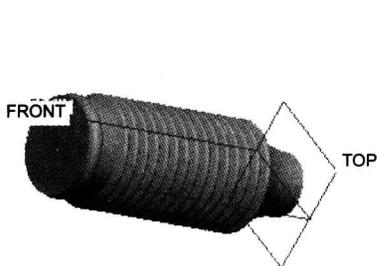
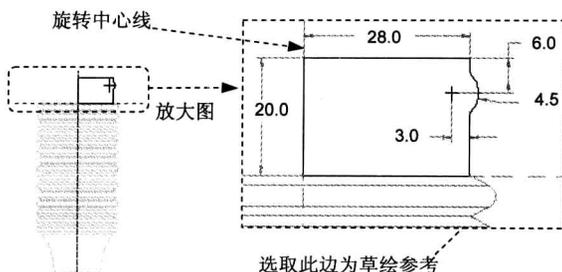

图 1.7 旋转 3
图 1.8 截面草绘
(1) 选取阵列特征。在模型树中选择 Step3 创建的“旋转 2”，右击，选择 命令（或单击 功能选项卡 区域中的“阵列”按钮 ）。
(2) 选择阵列控制方式，在操控板中选择以“方向”方式控制阵列。
(3) 定义阵列参数。选取 TOP 基准平面为阵列方向参考，在操控板中输入阵列个数值 15，设置增量（间距）值 7.0，按回车键。
(4) 在操控板中单击“完成”按钮 。
Step5. 创建图 1.7 所示的旋转特征 3。在操控板中单击“旋转”按钮 。选取 FRONT 基准平面为草绘平面，TOP 基准平面为参考平面，方向为顶；单击 按钮，绘制图 1.8 所示的截面草绘（包括中心线）；在操控板中选择旋转类型为 ，在角度文本框中输入角度值 360.0，单击 按钮，完成旋转特征 3 的创建。